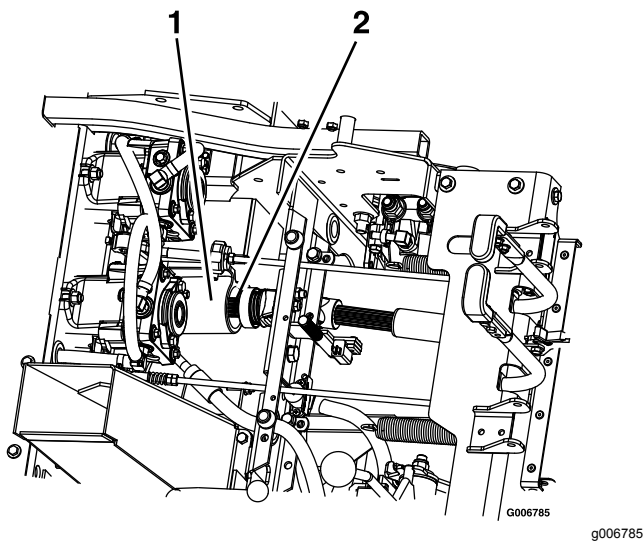

Figura 78
8. Desenganche el asiento y desconecte el árbol de transmisión con el acoplamiento rápido en el eje secundario (Figura 78).
4. Instale el árbol de transmisión en el eje secundario (Figura 78).